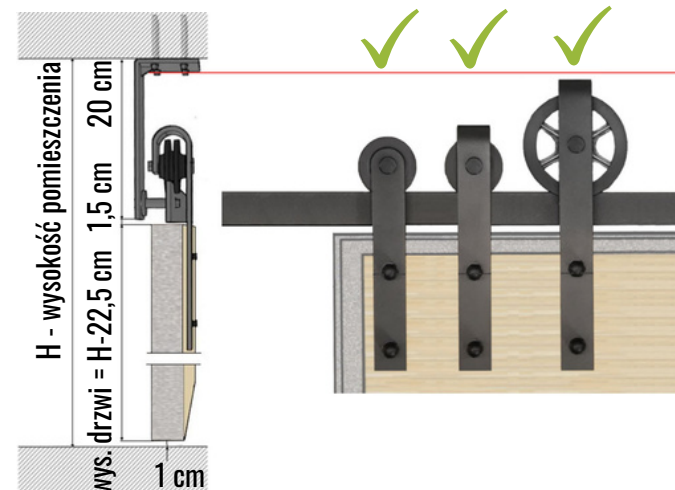

Rys. 2
- ✦ min. 27 cm między sufitem a światłem otworu (patrz str. 6, rys. 2)